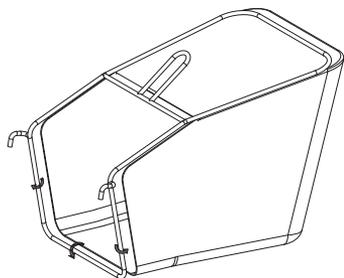

Fig. 4
- Attacher les lèvres en caoutchouc sur le support du collecteur ; (Fig. 4)